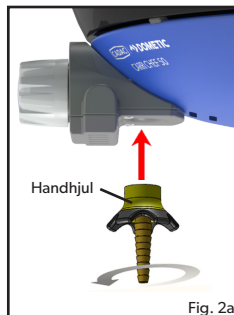

Fig. 2a
- **OBS!** Se till att slutstycket hålls rakt när du installerar och skruvar fast det så att risken för gasläckor förhindras. Skruva fast med en lämplig skruvnyckel. (Fig. 2a)